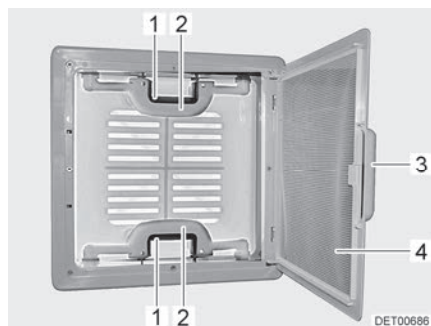

Fig. 40 Lanterneau à poussoirs
- Tirer sur la poignée (Fig. 40,3).
- Rabattre la moustiquaire (Fig. 40,4) vers le bas.
- Appuyer sur le verrou (Fig. 40,1) vers l'intérieur du lanterneau. Pousser le lanterneau simultanément vers le haut par la poignée (Fig. 40,2).
- Faire basculer la moustiquaire (Fig. 40,4) vers le haut jusqu'à ce qu'elle s'enclenche.
- Tirer fortement le lanterneau vers le bas par les deux poignées (Fig. 40,2) jusqu'à ce que les deux poussoirs (Fig. 40,1) s'encliquettent.